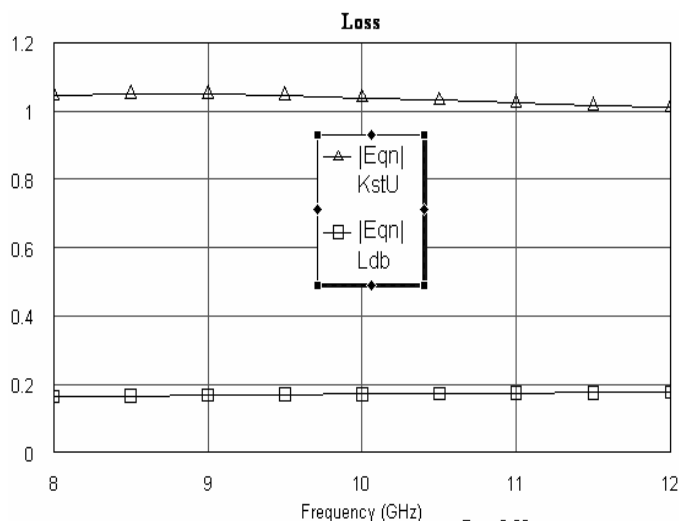

Рис. 2.32
8. Щёлкните левой кнопкой мышки по значку **Analyze** на панели инструментов. Результаты анализа отображаются на графике рис. 2.32.